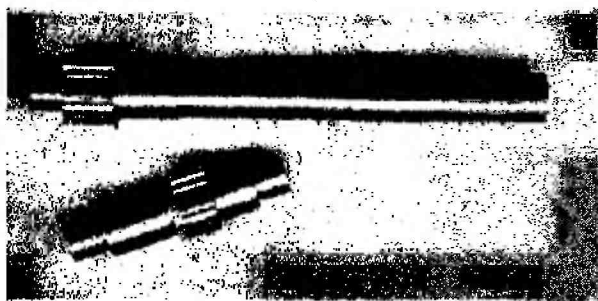

Рис. 2.9. Две дополнительные шестерни
При выборе второго варианта переделки верньера приемника Р-250 необходимо изготовить две дополнительных шестерни и заменить ими в радиоприемнике соответствующие. Изготовленные шестерни показаны на рис. 2.9. Методика переделки верньера следующая.
2. Отделить верньерное устройство и «располовинить» его. Две изготовленные дополнительные шестерни (рис. 2.9, 2.10) установить в верньер вместо стандартных. При этом необходимо напильником выбрать посадочное место под новые шестерни и передвинуть посадочные гнезда. При этом нужно учесть, что посадочные места будут крепиться только на двух болтах (вместо трех), но, тем не менее, надежность крепления получается достаточной (проверено долгой эксплуатацией приемника).